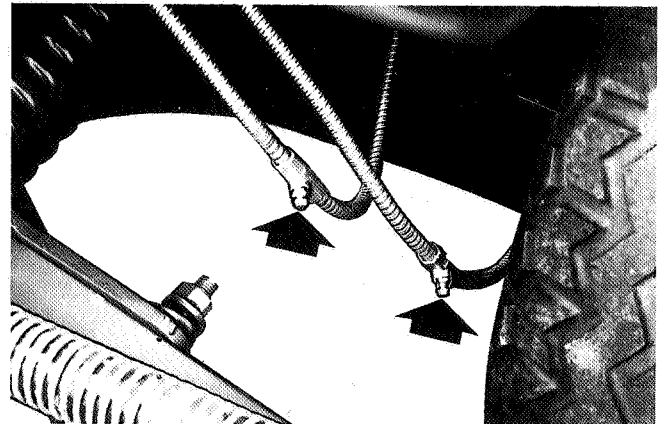

Abb.34
- (f) Bremskabel (Abb. 34).
- (f) Câbles des freins (Fig.34)
- (f) Remkabels (Afb.34)